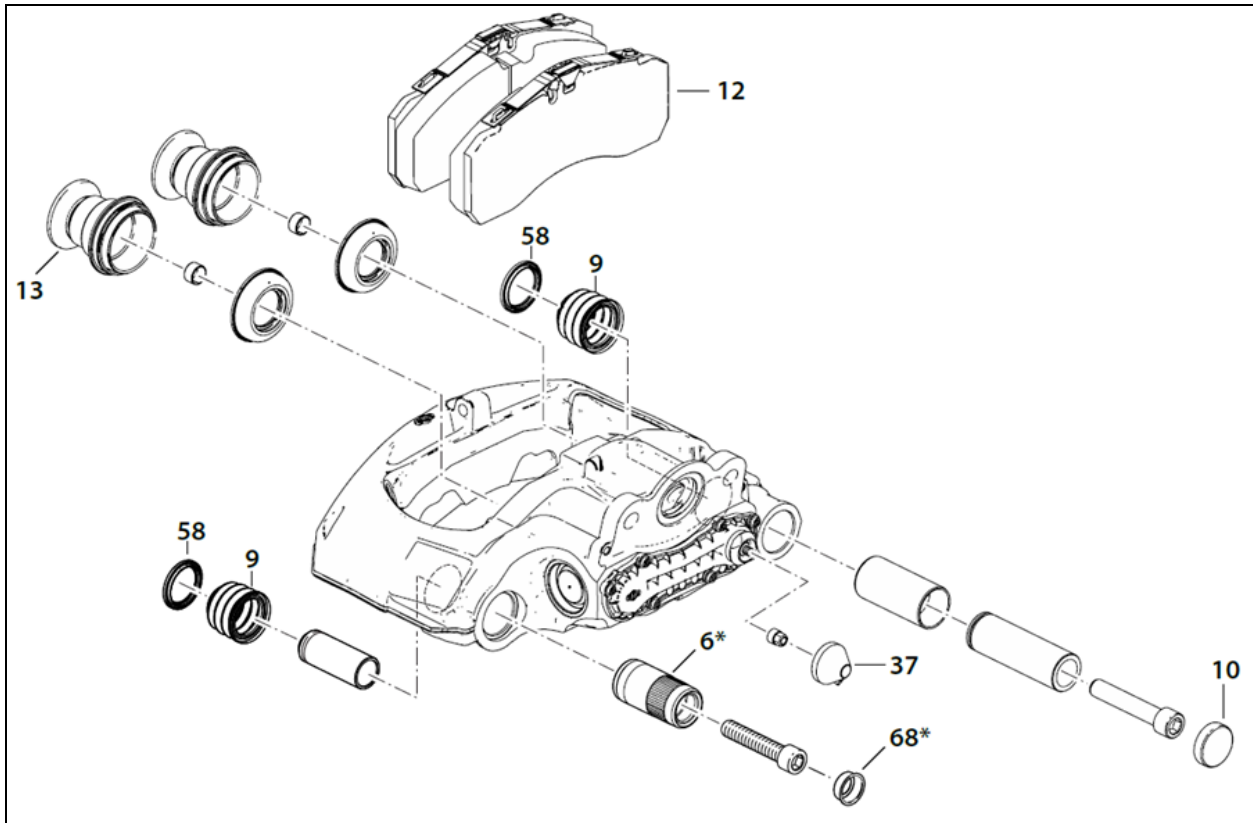

Figure 17: identification des points d'inspection
3. Contrôle de l'état du capuchon de la vis de réglage (item 37).
4. Contrôle de l'état des éléments d'étanchéité (items 9, 58) (voir 18.2.10 & **Erreur ! Source du renvoi introuvable.**).
5. Contrôle de l'appui de l'étrier au niveau de la bague de caoutchouc/douille de guidage (item 6) (voir 18.2.8 étape 2).
7. Contrôle des capuchons (item 10 et item 68).
À chaque remplacement de plaquette, vérifier si l'étrier coulisse librement sur toute sa plage de déplacement. Si l'étrier présente les signes suivants, remplacer le manchon de guidage (6c, Figure 17), la goupille de guidage (items 4 & 5), la vis (39 & 40) et le capuchon (items 10 & 68).